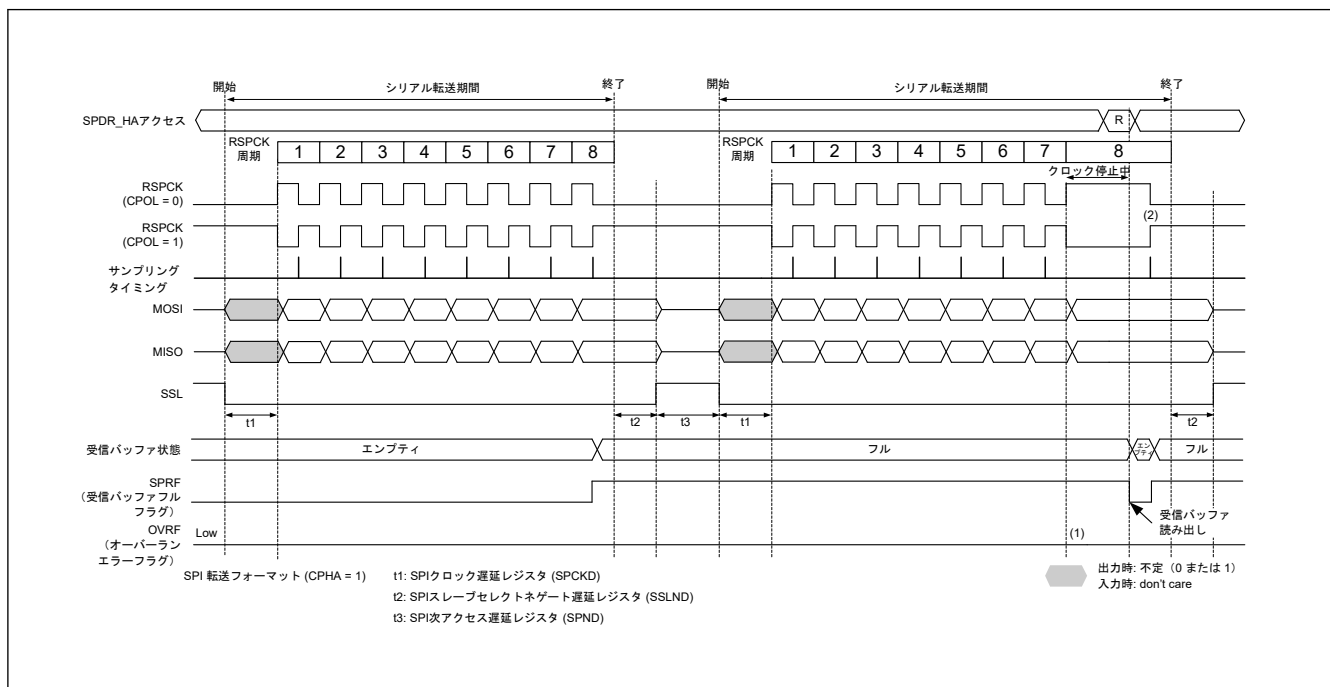
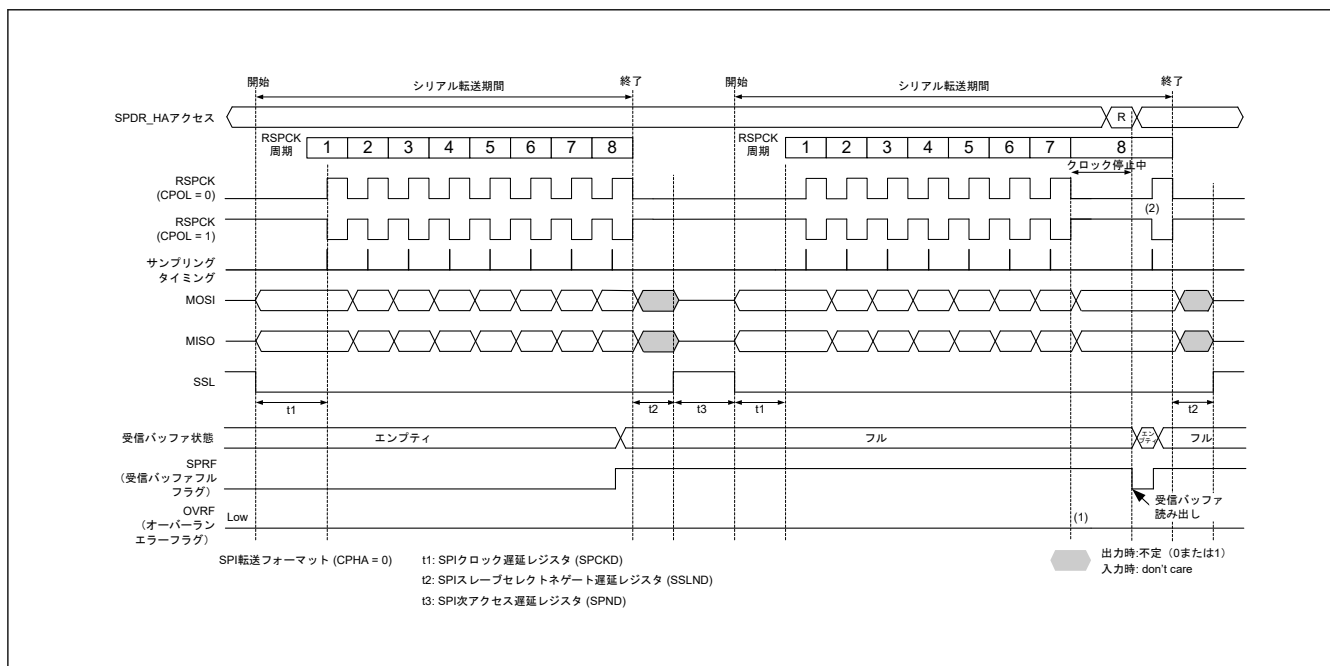

図 28.29 マスターモードの受信バッファフルの状態でのシリアル転送が継続するときのクロック停止波形 (CPHA = 1)
図 28.30 マスターモードの受信バッファフルの状態でのシリアル転送が継続するときのクロック停止波形 (CPHA = 0)
マスターモードで RSPCK 自動停止機能を有効 (SPCR2.SCKASE = 1) にした場合は、オーバーランエラーが発生しません。図 28.29 と図 28.30 に、マスターモード時の受信バッファフルの状態でのシリアル転送が継続するときのクロック停止波形を示します。
以下に、図 28.29 および図 28.30 の (1)、(2) に示したタイミングでのフラグ動作を説明します。